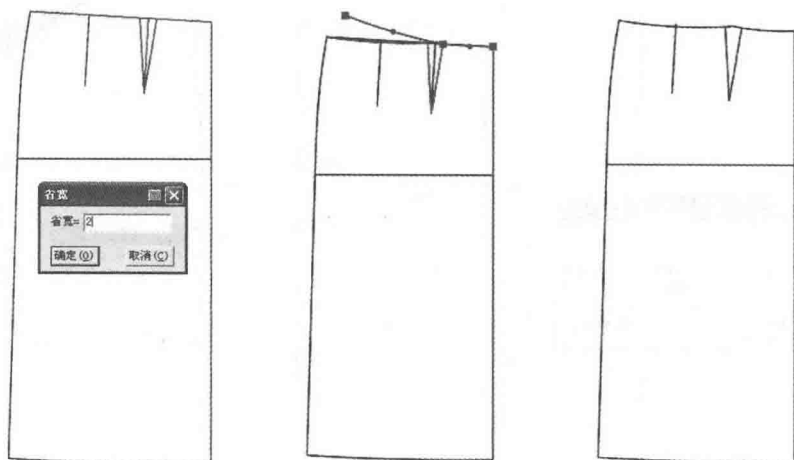

图6-9 画前片腰省
③选择 【智能笔】工具按着【Shift】键，右键框选前腰围基础线，点击开省线，出现省宽对话框，输入 2cm 省量，确认后击右键调顺腰围线，单击右键结束（图 6-9）。